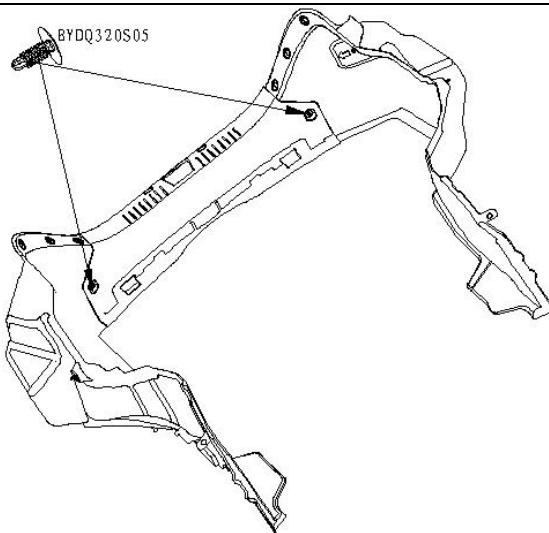

图 1-15-2 后围踏板安装结构图
b.) 用平口螺丝刀撬开异型卡扣, 辅助松开两侧的六个叶子片卡扣(图 1-15-2 所示)并取下, 然后再把隔热层上边缘从钣金挂耳上脱离, 再把前围隔热层往后从钣金上退出来即可。